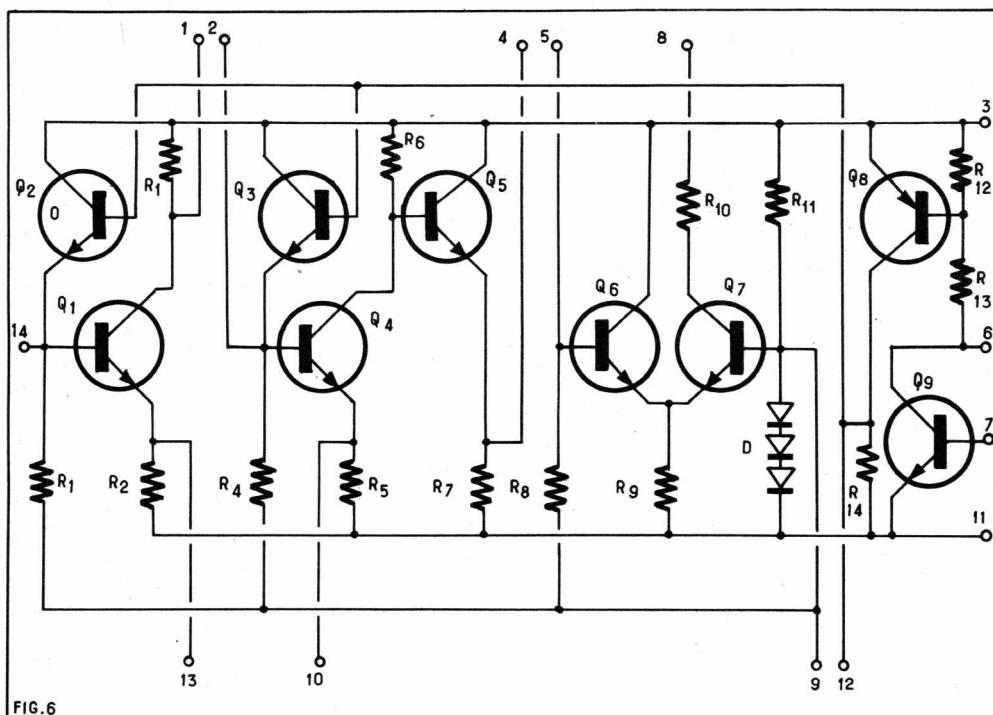
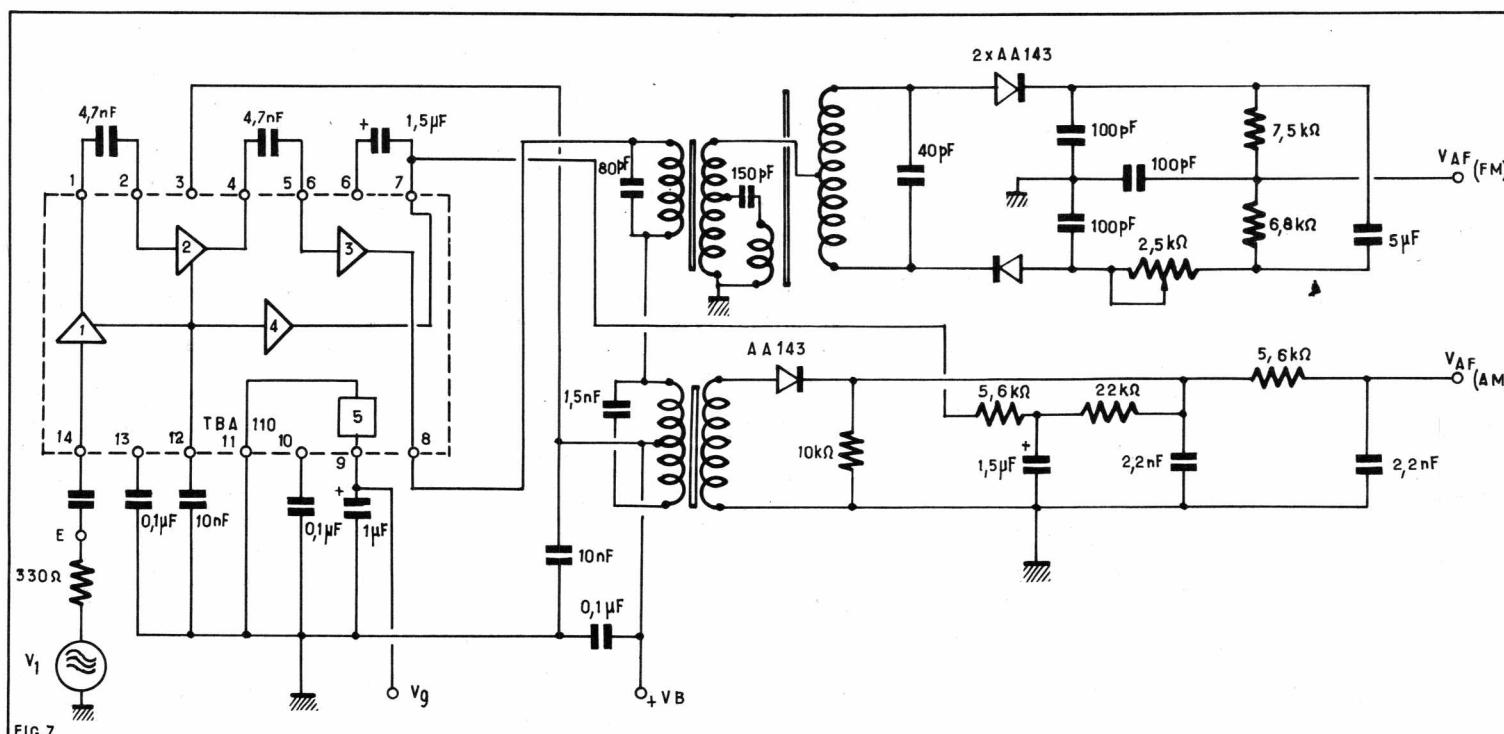

FIG.6
FIG.7
On donne à la figure 6 le schéma détaillé de l'intérieur du circuit intégré TBA110 dans lequel se trouvent les parties suivantes : un amplificateur à large bande à trois étages dont deux commandés par le CAG et l'étage de sortie, respectivement (1), (2) et (3) sur le schéma synoptique de la figure 5 ; un circuit de CAG (4) amplificateur ; un circuit stabilisateur pour la polarisation des transistors.
Sur la figure 6 on n'a indiqué que les points 1 à 14 disposés dans l'ordre logique en deux groupes. Commençons par l'amplificateur (1). Son entrée est au point 14 et sa sortie au point 1 ; il se compose par conséquent du transistor Q₁ monté en émetteur commun. Le signal
Le montage de la figure 7 est proposé comme montage de mesures, mais il faut peu de choses pour qu'il soit utilisable comme tuner AM/FM en le complétant avec des bobinages selon les indications de la figure 6.
Considérons les deux figures 6 et 7 à la fois. Le tuner FM possède un transformateur MF de sortie accordé sur 10,7 MHz dont le signal, à cette fréquence, pourra être appliqué à l'en-
Ceci est effectué par la liaison (voir figure 7) entre ce point et la résistance de $5,6 \text{ k}\Omega$ du circuit détecteur AM.
Le point V_g de la figure 6 permet de disposer d'une polarisation à appliquer éventuellement à d'autres circuits, par exemple aux amplificateurs HF, des tuners AM et FM.
On a effectué les mesures sur le montage de la figure 7 en position FM, pour deux tensions d'alimentation différentes :